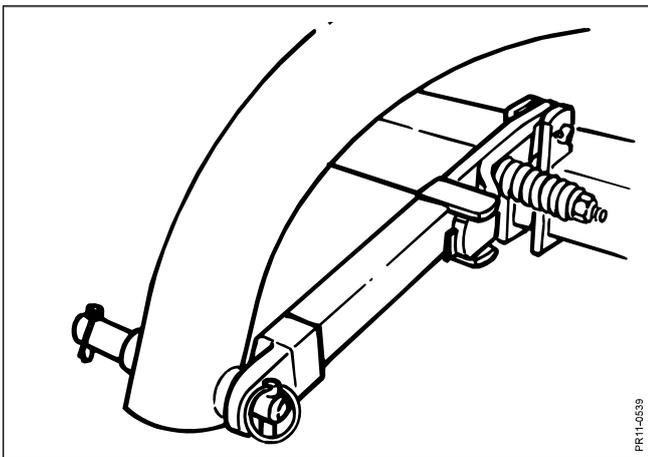

Fig. 1-5
- Fig. 1-5:** Der Steinauslöser an dem Toprahmen montieren.